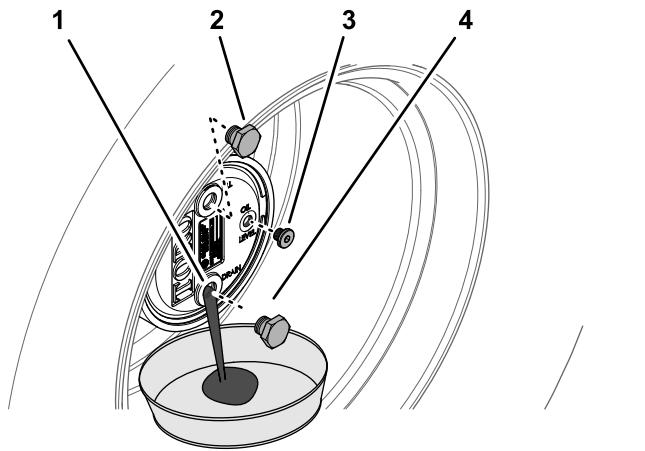

图 62
2. 取出 12 点钟位置的加油塞和 3 点钟位置的检查塞 图 62。
3. 将放油盘放在行星齿轮毂下面取出 6 点钟位置的排油塞让油完全排出 图 62。
5. 将排油塞安装到行星齿轮箱的排油孔中 图 62。